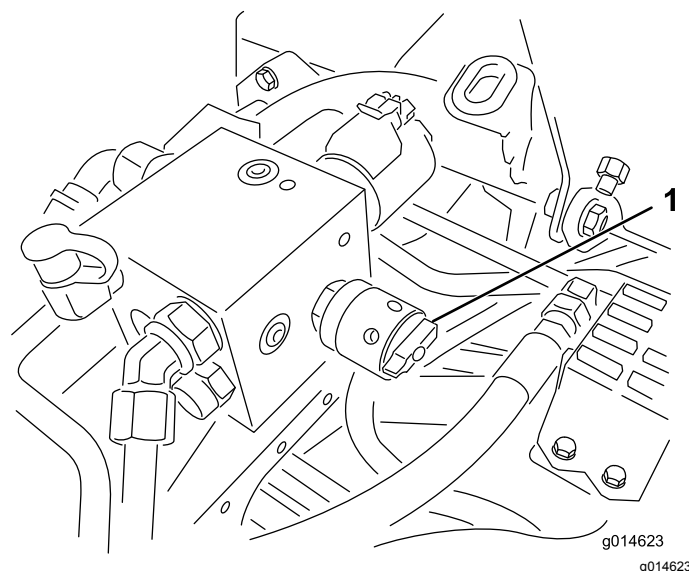

Figura 53
6. Girate il comando di velocità dei cilindri in posizione 1 Figura 53.